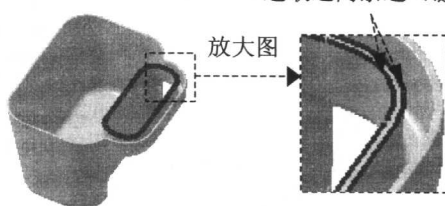

图 1.23 选取倒圆参照边 (七)
Step14. 添加圆角特征 8。选取图 1.23 所示的边线，圆角半径为 0.75。